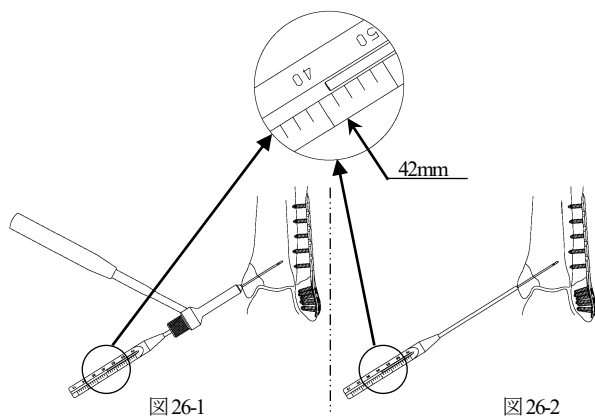
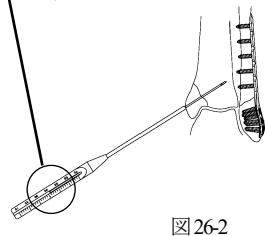

図 26-1
図 26-2
- 3) 経皮的挿入器の 1.3 ガイドピン用スリーブを取り外します。1.3 ガイドピンデプスゲージを挿入し、刺入深さを計測します (図 26-1)。1.3 ガイドピン用ガイド (S) を用いた場合は、1.3 ガイドピンに 1.3 ガイドピンデプスゲージを挿入し、刺入深さを計測します (図 26-2)。この深さは実測値で計測されます。